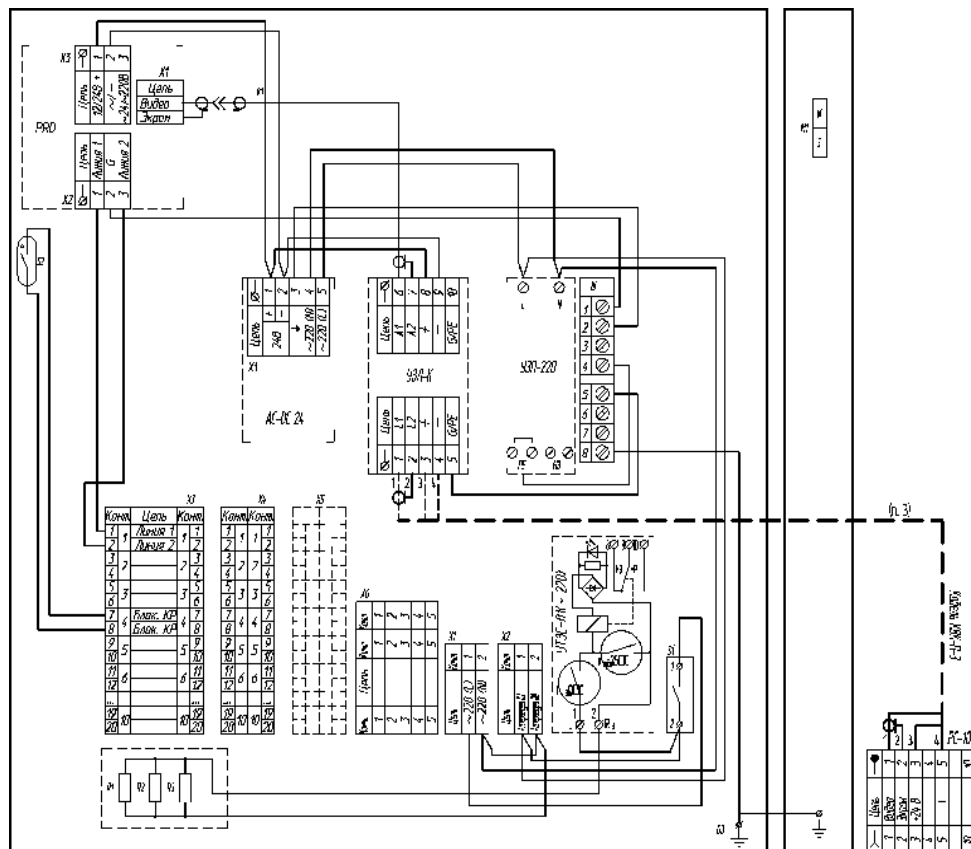

Рис.2 Схема электрическая принципиальная
Состав изделия: (см. рис.1 и рис.2)
Подключение цепей изделия производится в соответствии со схемой электрической принципиальной (рис.2). Для подключения необходимо:
- подключить ТВК к УЗЛ-К с помощью кабеля КВК-П-3 и разъема PC-10 согласно схеме (рис.2);